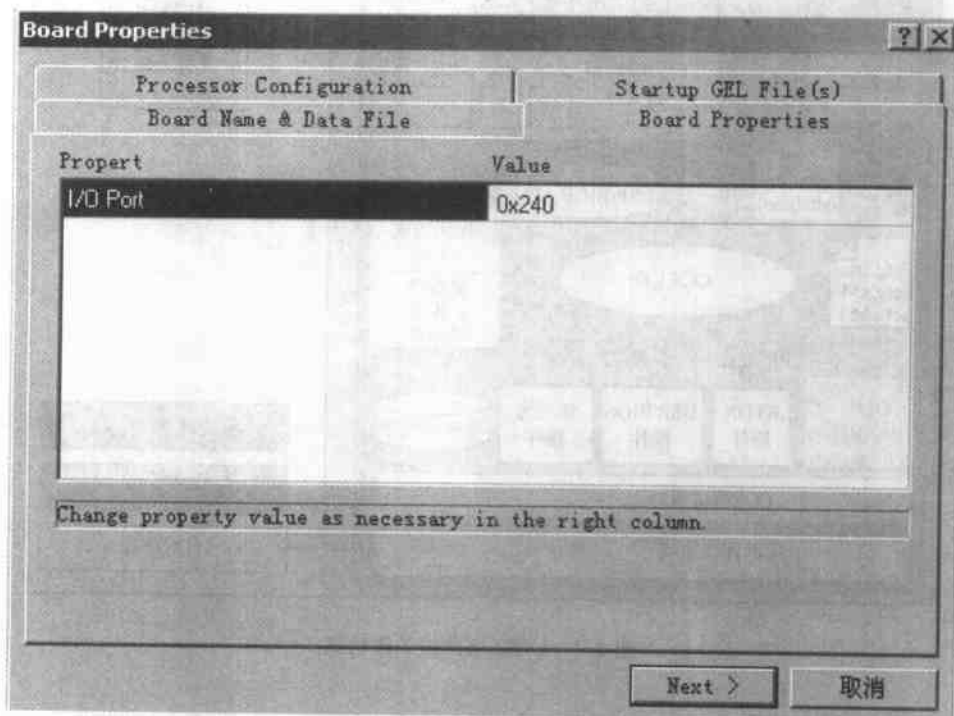

图 1.7 属性设置对话框
(4) 双击 Heterogeneous Multi-Target (Texas Instruments),出现如图 1.7 所示的属性设置对话框,单击 Board Properties 标签,设置 I/O 端口,这里为 0x240。
(5) 单击图 1.7 中的 Processor Configuration 标签,单击 Add Single 按钮将 CPU-1 加入配置,单击 Finish 按钮结束。
(6) 执行菜单命令 File→Save,保存设置,使配置生效。